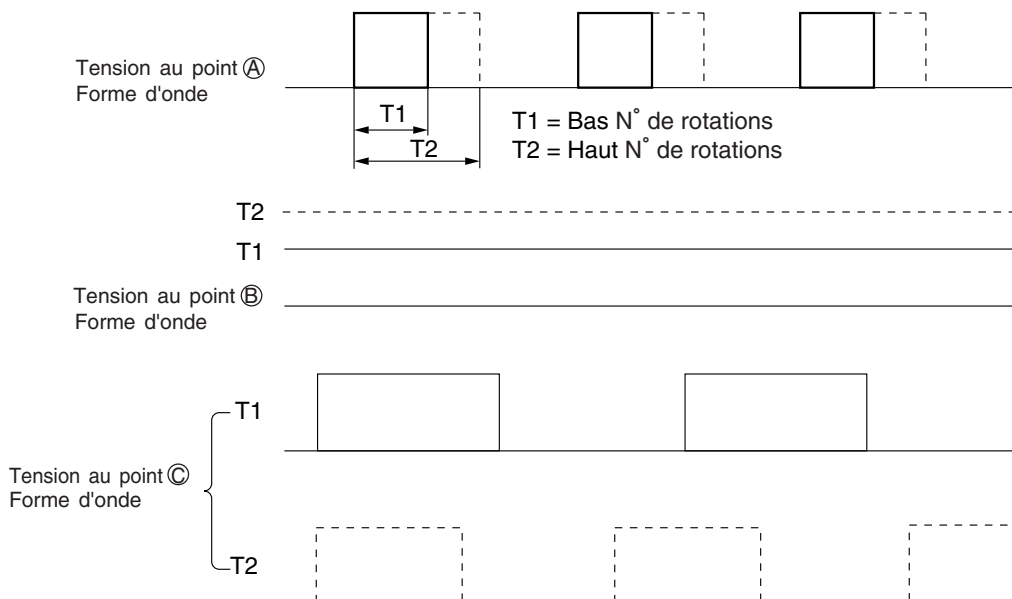

Fig. 6-2
- Pour le point A, une pulsation de PWM (modulation d'impulsions en largeur) de 15,7 kHz sera émise de la broche 40 du microprocesseur, comme indiqué sur la Fig. 6-2.